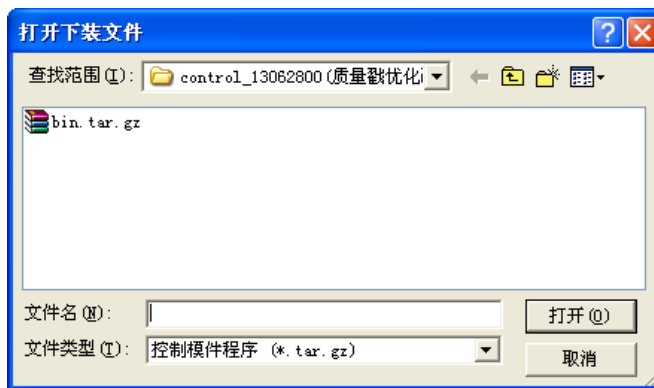

图 4-14 选择要下装的程序文件
- 点击“ 打开”按钮，则屏幕上出现如图 4-14 所示的窗口。